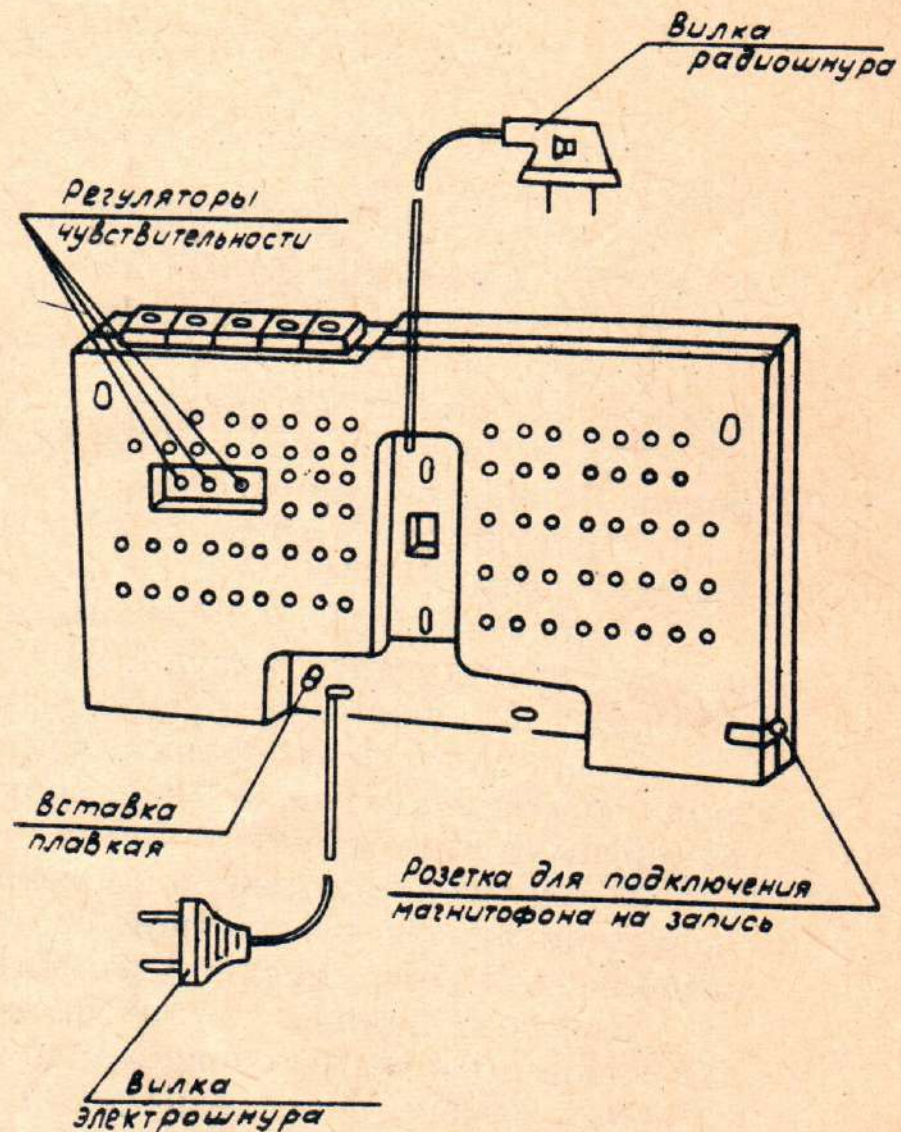

Рис. 2 Вид сзади
- последовательно переключая ПТ на прием каждой программы и поворачивая оси соответствующих регуляторов чувствительности, выходящих сзади корпуса ПТ (см. рис. 2), получить одинаковую громкость звучания на всех трех программах.